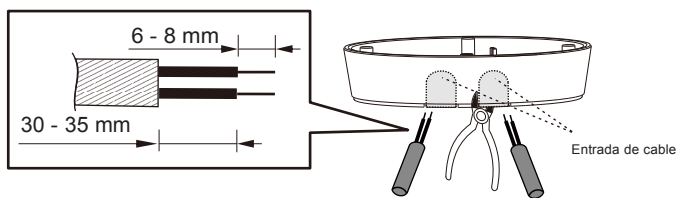

FIG. 13
3.4.3.2 Para pasar los cables de alimentación de CA a través del costado de la caja de empalmes, use los alicates de corte para romper los orificios ciegos de entrada de cables en el costado de la caja de empalmes, luego inserte los cables en la caja de empalmes y páselos. Pele de 6 a 8 mm del revestimiento del cable para el cableado (vea la FIG. 13).